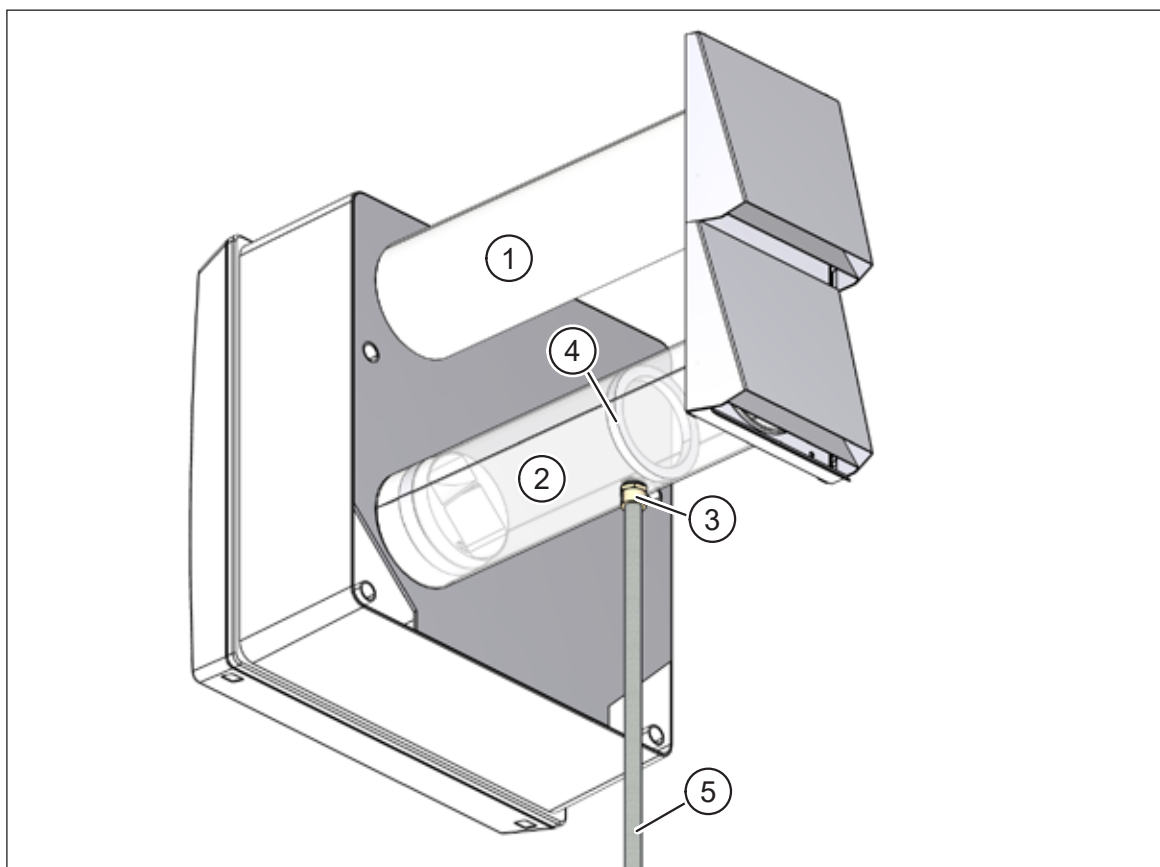

Fig. 18 : Évacuation du condensat sur le tuyau d'air rejeté
- Tuyau d'air neuf, DN 100, 0,5 m (pos. 1 dans Fig. 18)
- Tuyau d'air rejeté, DN 100, 0,5 m (pos. 2 dans Fig. 18), avec raccordement Filetage extérieur 1/2" (pos. 3 dans Fig. 18) et barrière (pos. 4 dans Fig. 18) pour retenir le condensat.
- Dans les régions froides, protégez le tuyau d'évacuation du condensat (pos. 5 dans Fig. 18) contre le gel, par ex. en le posant derrière l'isolation des façades.